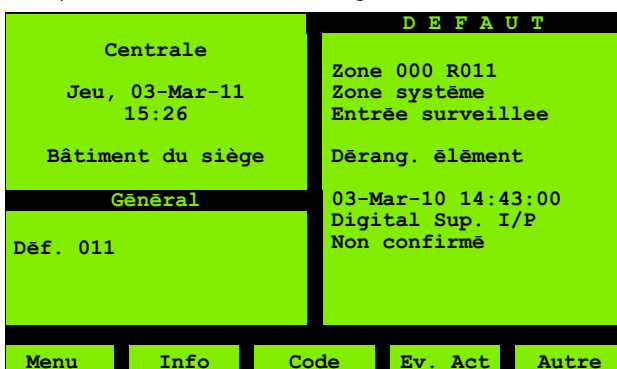

Fig. 7 : Message d'événement de défaut
- Le rétroéclairage LCD s'allume et un écran du même type que celui de la fig. 7 s'affiche. La fenêtre générale indique un message de comptage et la fenêtre Opérateur affiche un message d'événement.
La fig. 7 illustre à titre d'exemple le message d'événement en cas de défaut. (Tous les événements ne sont pas des défauts. Vous pouvez voir une alerte de non défaut indiquant que l'imprimante est hors ligne par exemple).
Format du message de défaut de la fig. 7 :